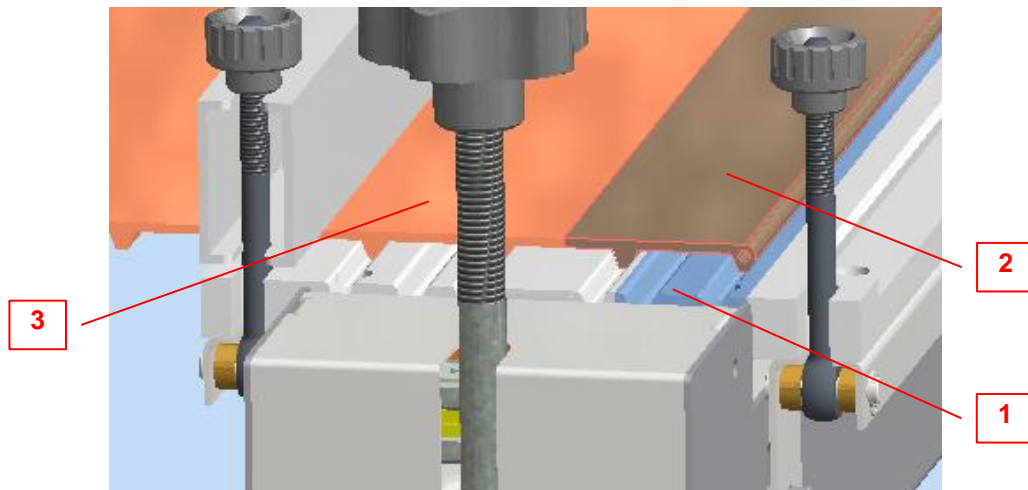

FIGURA 9 -
- b. Colocar el primer extremo de la banda Cleandrive™ sobre el plano de soldadura, introduciendo los dientes en los asientos correspondientes (Figura 9 elemento 1). Fijar la banda en su posición a través del dispositivo de presión de bloqueo, apretando las dos perillas.
- c. Colocar sobre el plano de soldadura la grapa “Mechanical Lacing” (2), haciendo coincidir los dientes con los asientos presentes en el plano de soldadura. Alinear el borde exterior con el de la banda.
- d. Controlar que los dos empalmes de la banda coincidan perfectamente (Figura 9). Apretar las dos perillas de cierre de las barras de bloqueo.